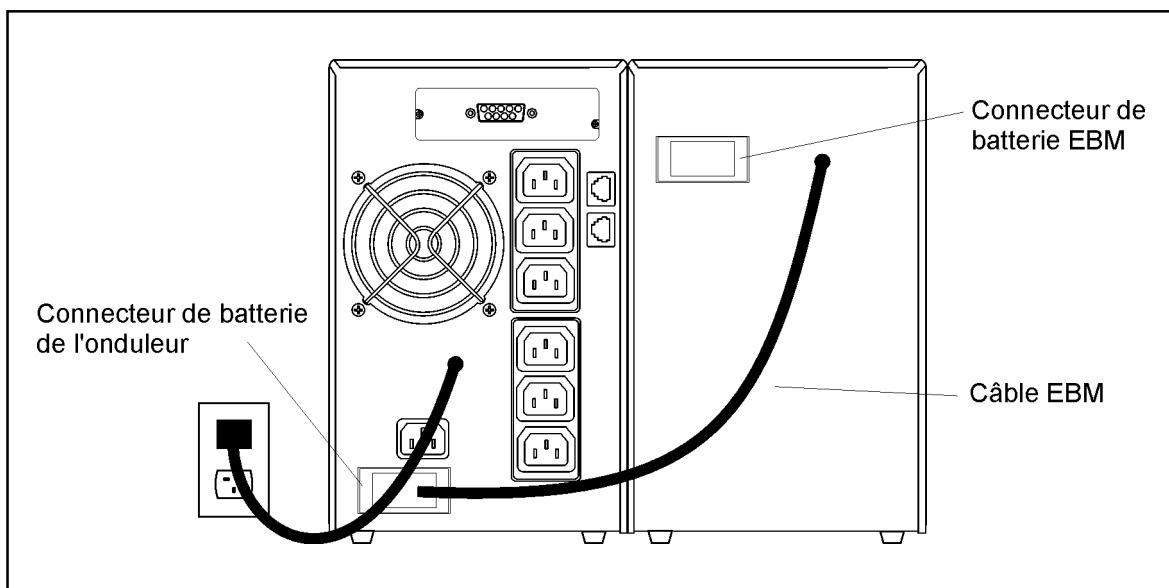

Figure 12. Connexions EBM
3. Branchez le nouvel EBM dans l'onduleur comme illustré dans la Figure 12.